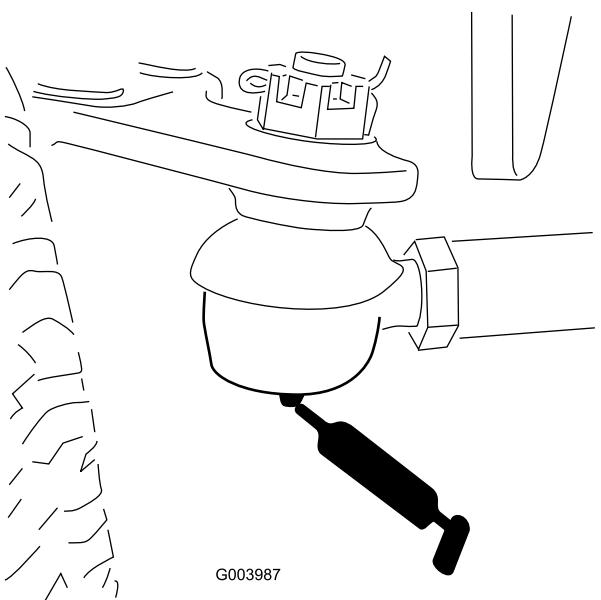

Figura 65
- Barra de ligação do eixo traseiro (2) (Figura 65)